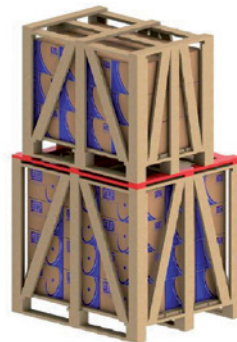

Figura 30 - Utilización de varas adicionales para apilamiento
4) Para el apilamiento de un volumen menor sobre un volumen mayor, agregue varas transversales entre los mismos cuando el mayor no ofrezca resistencia al peso del menor (ver Figura 30). Esta situación normalmente ocurre con los volúmenes de los motores de carcasa por encima de la IEC 225S/M (NEMA 364/5T).